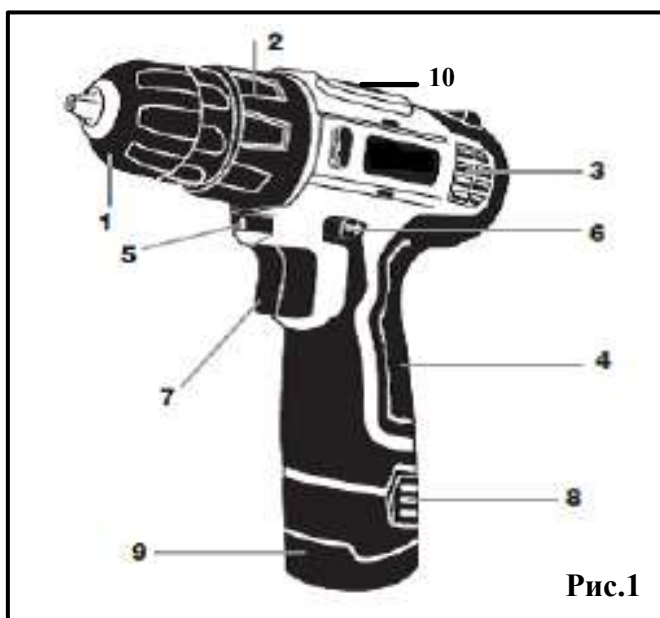

Рис.1
- Извлеките аккумулятор (9) (рис.1) из инструмента, нажав на кнопку разблокировки аккумулятора (8) (рис.1) и вытащив аккумулятор из инструмента.